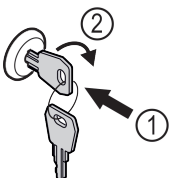

Fig. 192
- Sleutel erin duwen Fig. 192 (1).
- Sleutel 90° rechtsom draaien Fig. 192 (2).